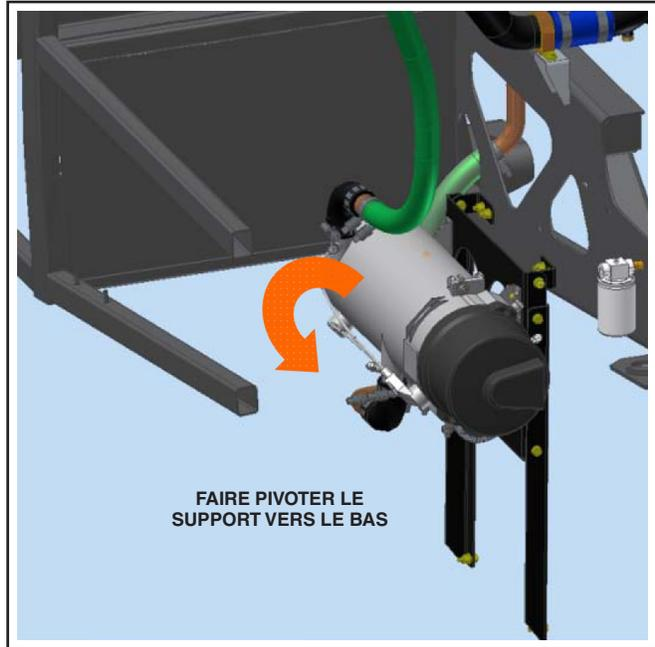

Figure A4 - Dégagement du support du réchauffeur
3. Faire pivoter le support vers le bas. Voir Figure A4.